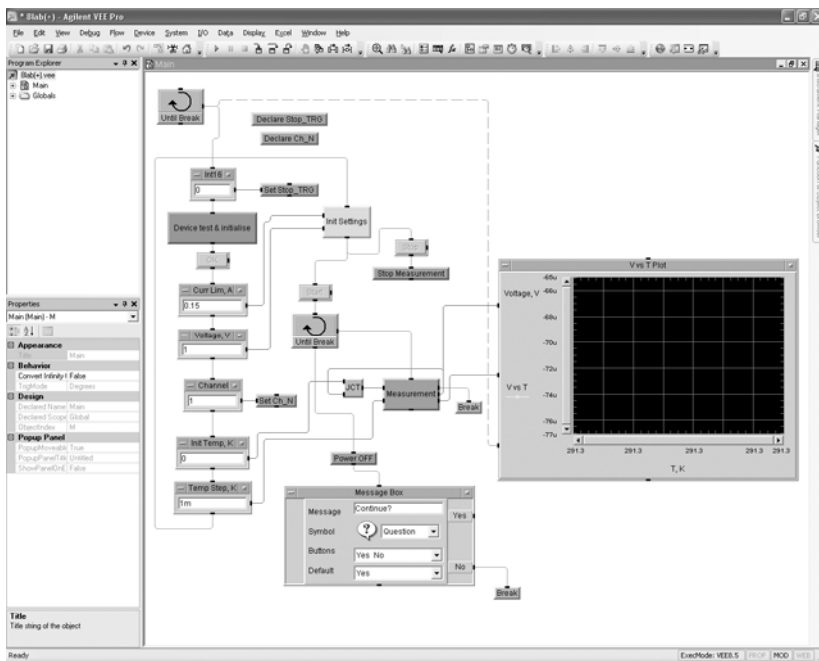

Рис. 8.11
2.14. Произвести коммутацию оставшихся терминалов и изменить названия графика и осей на графике в соответствии с типом проводимых измерений (зависимость напряжения от температуры). Скомпоновать объекты программы, проверить коммутацию объектов и получить на экране изображение, аналогичное рис. 8.11. Проверить все части программы и запустить ее в тестовом режиме (без подключения реальной измерительной схемы). При возникновении ошибок исправить их.